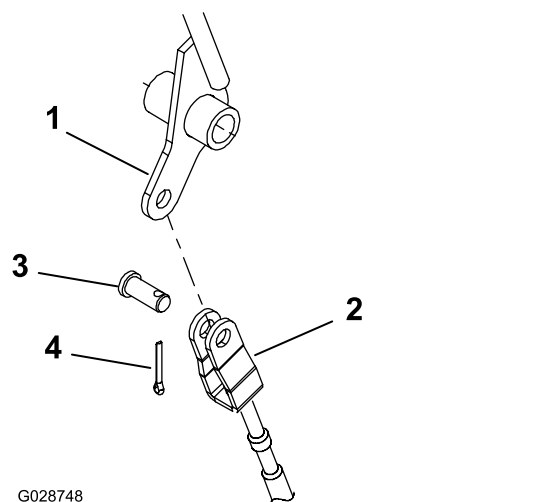

Figure 9
- Fixez la chape du câble de PDF dans le trou du levier de PDF à l'aide d'un axe de chape et d'une goupille fendue (Figure 9).